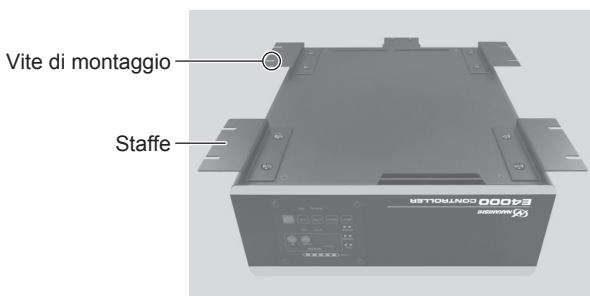
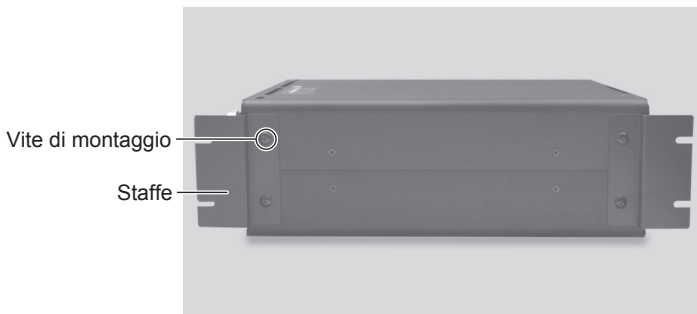

Fig. 10
Fig. 12
- La staffa può essere montata con "(1) Montaggio inferiore (Fig. 10, 11)" e con "(2) Montaggio laterale (Fig. 12, 13)" del CONTROLLER.
- ② Installare le staffe (4 pz.) sul fondo del CONTROLLER adoperando le viti di montaggio rimosse (8 pz.) (Fig. 10).
- ② Installare le staffe (2 pz.) sul lato del CONTROLLER adoperando le viti di montaggio rimosse (4 pz.) (Fig. 12).